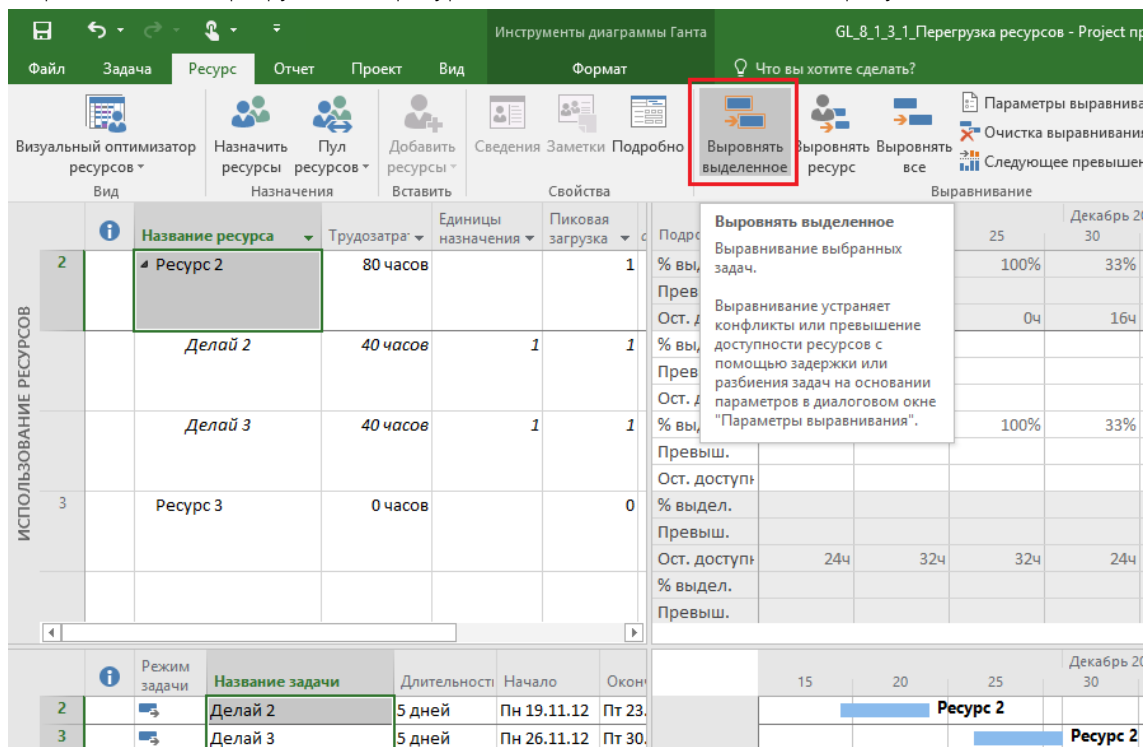

Рисунок 8.22 – Выравнивание по выделенным задачам
1. Если необходимо выровнять ресурсы по конкретным задачам, то нужно выделить необходимые задачи и нажать на пиктограмму «Выровнять выделенное» на закладке «Ресурс». Выравнивание будет проведено по перегруженным ресурсам на выделенных задачах (см. рисунок 8.22).
2. Если необходимо выровнять конкретные ресурсы в проекте, то нужно нажать на пиктограмму «Выровнять ресурс» (см. выше рисунок 8.22), выбрать ресурс и нажать «ОК». В данном случае произойдет выравнивание по конкретным выделенным перегруженным ресурсам.